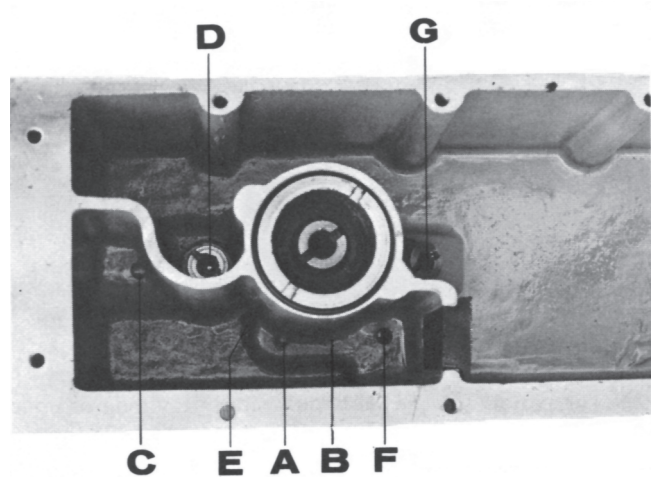

Fig. 21. Markering av hålen i oljetankens botten
**OBS!** Kommer det luft ur hålet för beachventilen (A fig. 21) är felet i densamma, se punkt 9. Byt ut felaktiga detaljer.
Låt oljan vara kvar eller fyll fotogen i oljetanken. Skruva av oljetankens lock. Lossa plastproppen för övre slanganslutningen och blås med tryckluft i anslutningshålet och inspektera samtidigt hålen i oljetankens botten, se fig. 21. Om det bubblar från något hål är någon ventil otät enligt följande markering: